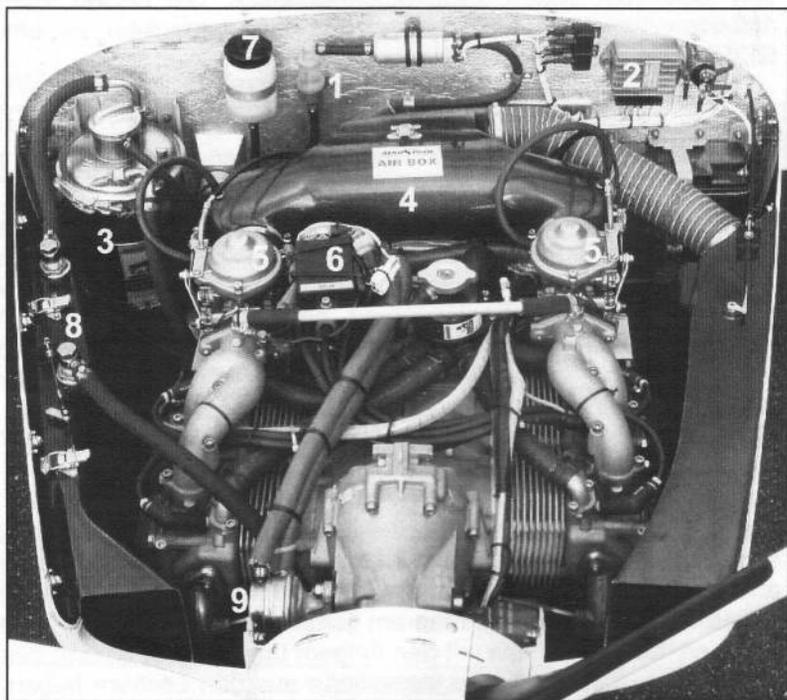

Bild 10: Triebwerk Rotax 912ULS
Die Kontrolle des Triebwerks kann jetzt durchgeführt werden. Wichtig ist die Ölkontrolle, die nach Entfernen des Deckels von Ölbehälter (3) in Bild 10 möglich ist.